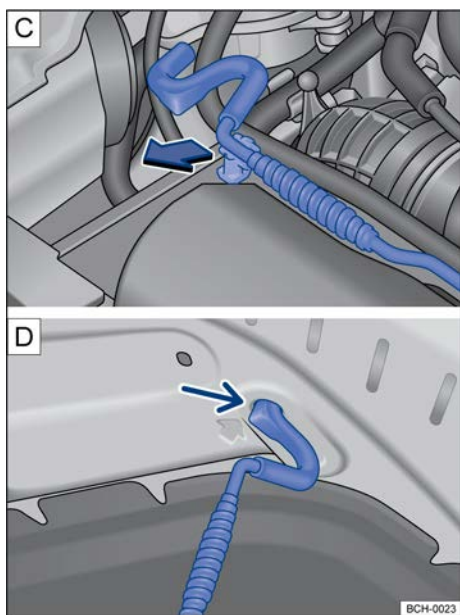

Fig. 178 C) Haste de sustentação da tampa do compartimento do motor. D) Tampa do compartimento do motor apoiada na haste de sustentação.
- Retirar a haste de sustentação do suporte no sentido da seta → Fig. 178 C) e posicioná-la na abertura na tampa do compartimento do motor → Fig. 178 D).
- Retirar a haste de sustentação do furo → Fig. 178 D) e encaixá-la no suporte do fecho → Fig. 178 C).